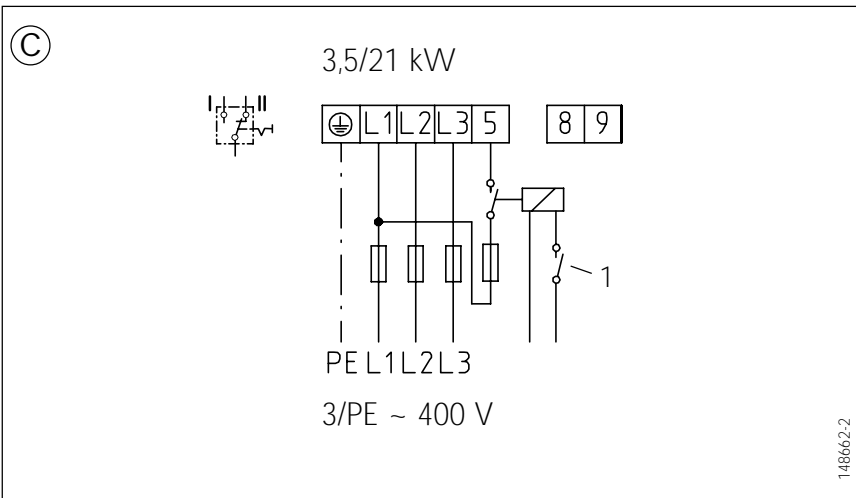

Abb. 13/Fig. 13/Afb. 13
- Ⓒ Ein-Zähler-Messung, Abb. 13
- Ⓒ **Single meter measurement**, Fig. 13
- Ⓒ **Mesure à un compteur**, fig. 13,
- Ⓒ **Eenmeter-meting**, afb. 13